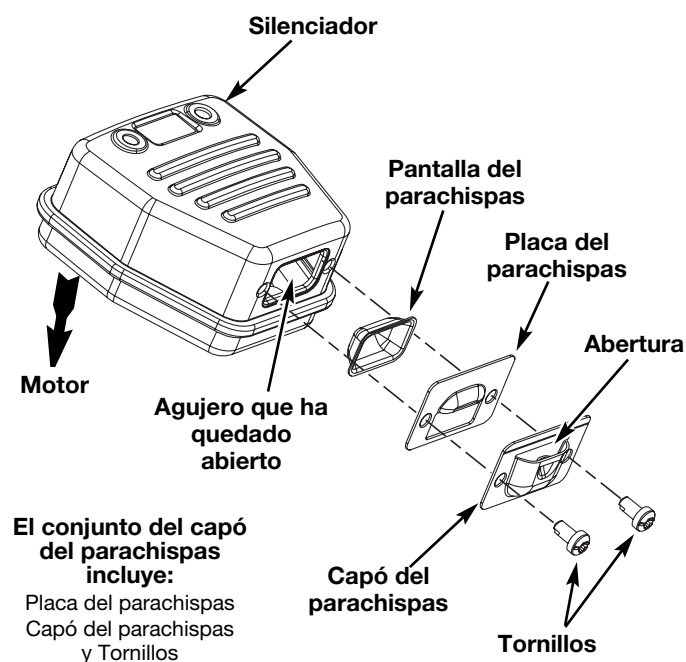

Fig. 26
2. Localice el silenciador, pero no lo quite. Busque los dos (2) tornillos en la parte inferior del silenciador (Fig. 26). Estos dos tornillos unen el conjunto de deflector de escape y la pantalla del parachispas a la parte inferior del silenciador. Quite los dos (2) tornillos usando una llave torx No. 20 o un destornillador plano.
6. Coloque la placa del parachispas encima del parachispas con el lado “levantado” hacia arriba mirando al motor (Fig. 26).
7. Coloque el capó del parachispas encima de la placa del parachispas con el lado “levantado” hacia arriba y la apertura mirando en dirección CONTRARIA al motor (Fig. 26). Asegúrese de que el escape se dirija en dirección CONTRARIA al motor.